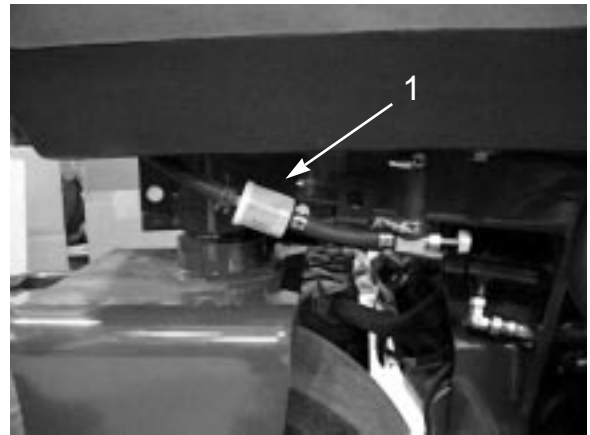

図 49
燃料フィルタはインライン・タイプで、燃料タンクとキャブレットの間に設置してあります (図49)。800時間ごと、又は燃料の流れが悪くなれば交換してください。フィルタに付いている矢印をエンジンの方に向けて装着してください。
1. 燃料バルブを閉じ、キャブレット側にあるホースクランプ (図49) をゆるめてホースを抜く。
2. フィルタの下に容器を置き、もう一方のクランプも外してフィルタを取り出す (図49)。